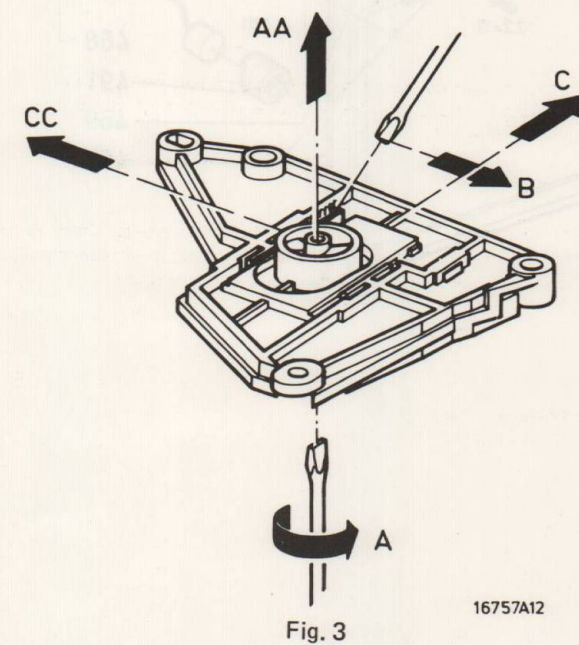

Fig. 3
- Il gioco deve essere visibile ma non deve superare i 0,3 mm. Regolare ruotando A (Fig. 3).